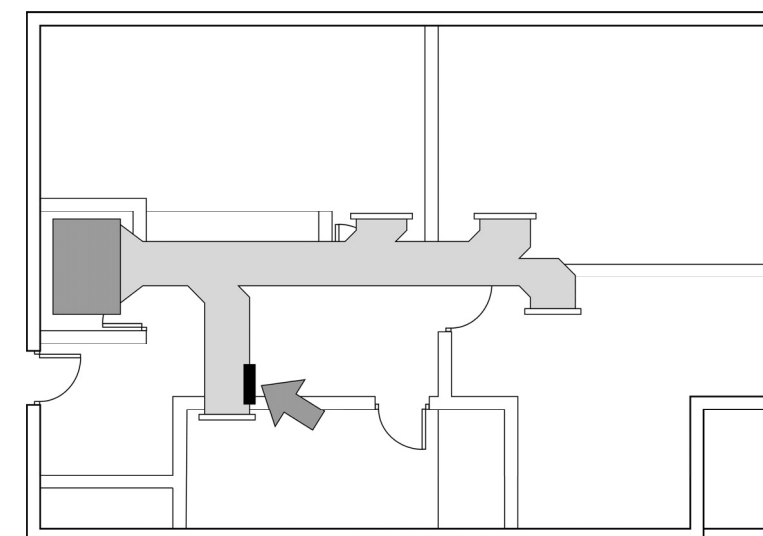

Fig. 8
- 4) En caso de, una vez realizados todos los ajustes pertinentes y quede una zona con velocidad de impulsión por encima del rango, se recomienda la utilización de una compuerta de seguridad para aliviar dicha velocidad. Este habrá de instalarse en las salidas con mayor velocidad de impulsión (Ver Fig. 8).
- 5) In case of having adjustment finished, there remains an outlet that is not within the acceptable airflow speed range, the usage of a Security Bypass Damper is required. It should be installed on this outlet (Ver Fig. 8).
- 5) Dans le cas où, une fois tous les réglages effectués, la vitesse de soufflage d'une zone reste supérieure à la limite préconisée, il est recommandé d'utiliser un registre de sécurité pour diminuer cette vitesse. Celui-ci devra s'installer au niveau des bouches présentant les vitesses de soufflage les plus élevées (voir Fig. 8).
- 5) Nel caso in cui, una volta realizzata l'equilibratura sussista una zona con velocità in uscita troppo elevate, si raccomanda l'installazione di una serranda di sovrappressione (vedere Fig. 8).